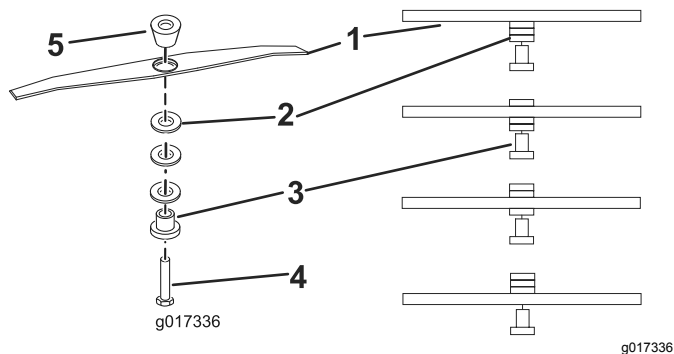

図 13
5. 希望する刈高にあわせてスペーサをセットし、ブレードリテーナとスペーサ 図 13 をもう一度取り付け、 $25\text{ N}\cdot\text{m}=2.5\text{ kg}\cdot\text{m}=18\text{ ft}\cdot\text{lbs}$ にトルク締めする。